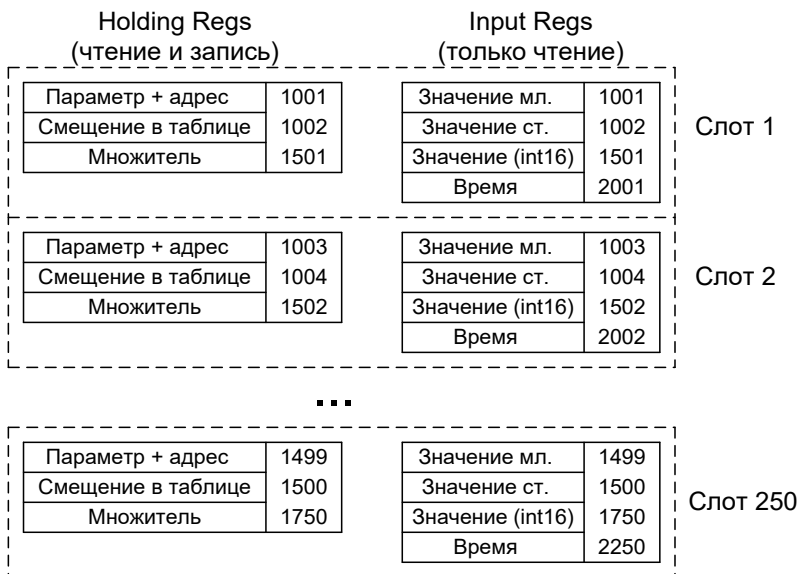

Рисунок 7 – Слоты опроса
3.5.4.4 **Изменяемые параметры преобразователей** доступны по протоколу «Modbus RTU» через слоты опроса (250 ячеек), в которые помещаются значения параметров преобразователей (рисунок 7). Каждый слот может хранить значение одного параметра преобразователя (или одной ячейки таблицы). Опрос преобразователей по линии СЕНС адаптер выполняет независимо от запросов по протоколу «Modbus RTU».